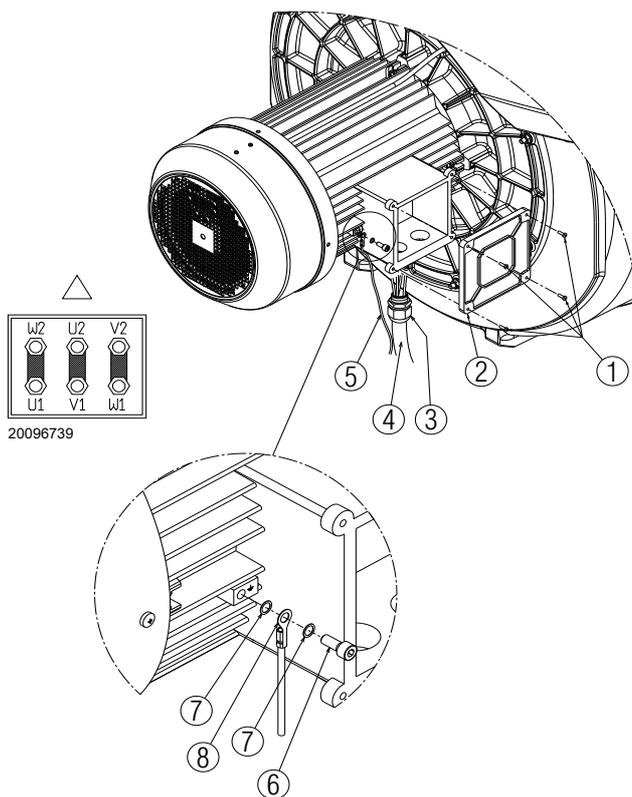

Abb. 34
- für den Zugriff auf das Motorgehäuse die vier Schrauben 1)(Abb. 34) lösen und den Deckel 2) abnehmen.
- Eine abschließende Sichtprüfung durchführen und durch Eindrehen der 4 Schrauben 1)(Abb. 34) das Motorgehäuse schließen.